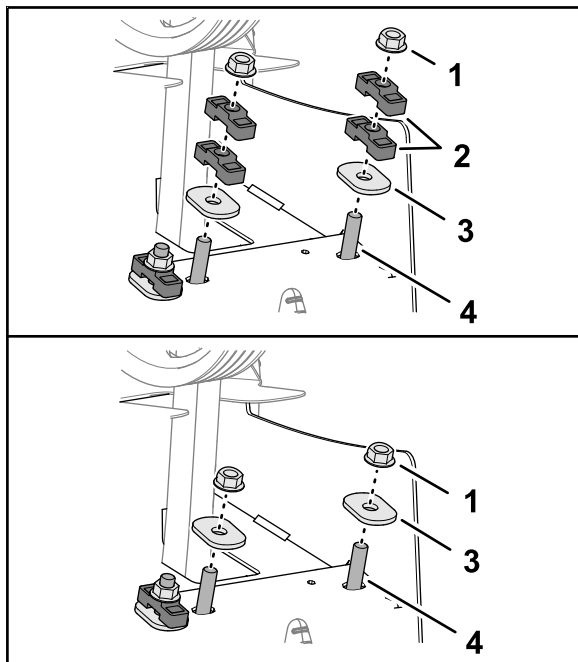

Figura 123
6. Fixai arborele amortizorului i distanierile la cadrul din spate cu aibe ovale întărite i contrapiulie (Figura 123).